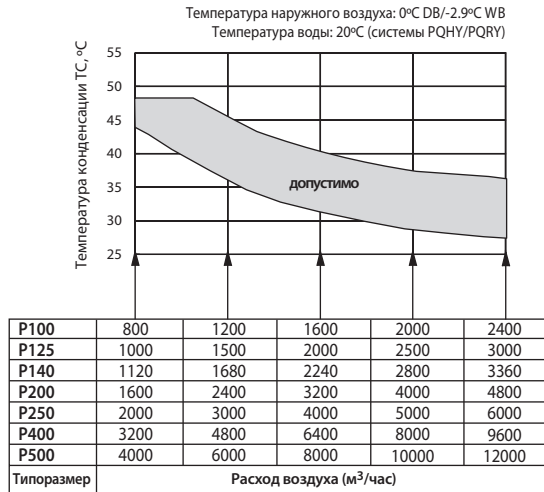

Рис. 1. Определение допустимых значений температуры конденсации
Для определения производительности фреонового теплообменника приточной установки в режиме нагрева воздуха выберите температуру конденсации из допустимого диапазона согласно рис. 1. Если приточная установка оснащена рекуператором, то выберите значение температуры конденсации 48°C.
1. Если расход воздуха меньше указанного в таблице на рис. 1, то следует выбрать значение температуры конденсации 48°C.